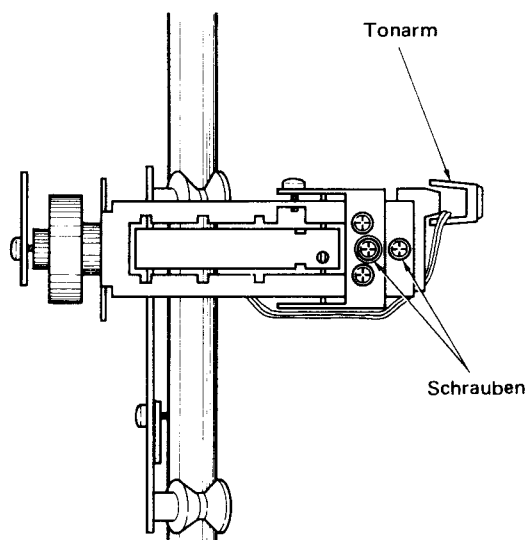

Abb. 13
- 2) Entfernen Sie die beiden den Tonarm haltenden Schrauben (M2,6 x 5), und nehmen Sie den Tonarm ab. (Siehe Abb. 13)